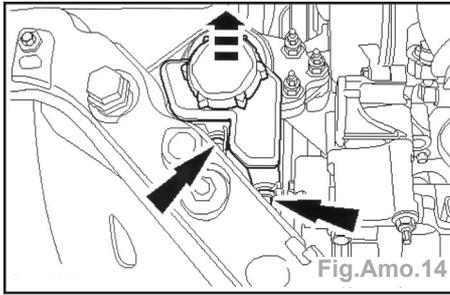

Fig.Amo.14
- Détacher (flèches) le réservoir de liquide de direction assistée du panneau d'ouverture de calandre (Fig.Amo.14).